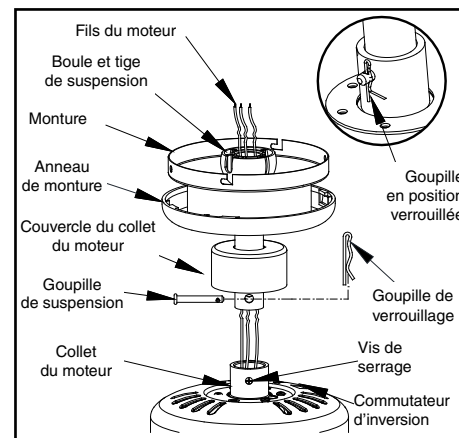

Figure 7
4. Faites passer les fils sortant du dessus du moteur du ventilateur par le couvercle décoratif du collet du moteur puis par l'anneau de montage. Assurez-vous que les ouvertures en fente sont orientées vers le haut. Faites passer les fils à travers la montage et ensuite à travers l'ensemble boule/tige de suspension. (Figure 7)
6. Alignez les trous au bas de la tige de suspension avec les trous du collet sur le dessus du boîtier du moteur. (Figure 7) Insérez avec précaution la goupille de suspension dans les trous du collet et de la tige de suspension. Faire attention à ne pas coincer les fils à l'intérieur de la tige de suspension avec la goupille de suspension. Insérez la goupille de verrouillage dans le trou près de l'extrémité de la goupille de suspension jusqu'à ce qu'elle se bloque en place, tel qu'indiqué dans le médaillon circulaire de la Figure 7.
Le ventilateur est expédié avec le commutateur d'inversion réglé pour faire circuler l'air vers le bas. Pour inverser la direction du débit d'air, il suffit d'éteindre le ventilateur, d'attendre que les pales s'immobilisent complètement, puis de glisser le commutateur d'inversion (situé en haut du boîtier du moteur, voir la Figure 7 à la page 4) en position inverse et de remettre le ventilateur en marche. Les pales du ventilateur tourneront dans la direction inverse et le débit d'air sera dirigé vers le haut.